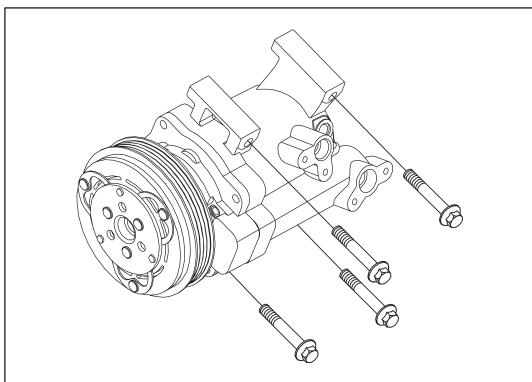

Рис. 6-4-5. Установка компрессора кондиционера
» Закрепить переднюю опору двигателя на верхней части блока цилиндров с помощью двух фланцевых болтов $M10 \times 1.25 \times 55$ и двух болтов $M10 \times 1.25 \times 50$ (см. рис. 6-4-5).
(2) Установить компрессор:
- » Закрепить компрессор на нижней части блока цилиндров с помощью четырех фланцевых болтов, как показано на рис. 6-4-5.